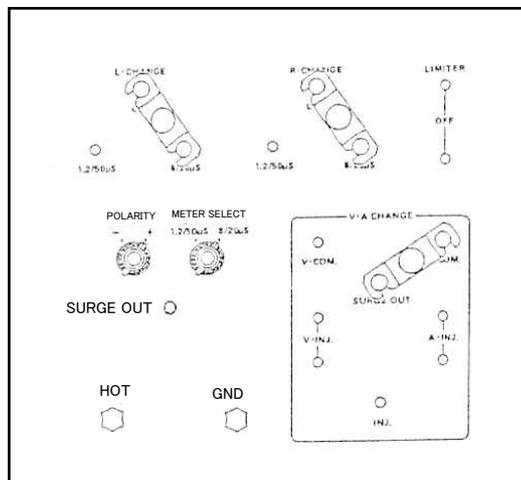

図 11
2. 出力波形切替部⑭を図11のように設定します。重畳切替部⑯には何も接続しないでください。
2. 電流チェック端子⑩に添付品の波形チェック端子を取り付け、10 : 1 プローブを接続します。
3. 出力波形切替部を図 11 のように接続します。HOT 端子⑪と GND 端子⑮を 5.5Sq 以上の電線でショートし、アクリル扉を閉めます。
5. SURGE ADJ ツマミ⑤を回して出力電流指示値を 2000A に合わせたら、トリガースイッチ⑦を押してサージを出力し、波形を確認します。
2. 出力波形切替部を図 11 のように設定します。HOT 端子⑪と GND 端子⑮を 5.5Sq 以上の電線でショートします。